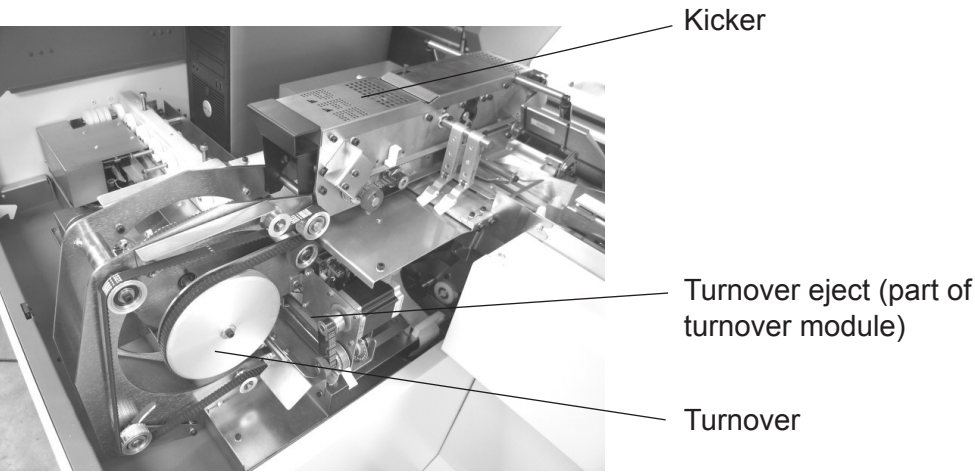

Fig. 3
- Fig. 3. Kicker
- Fig. 3 & 4. Turnover